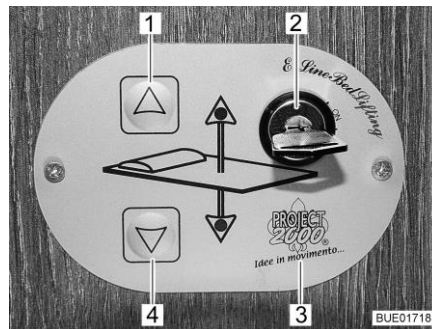

Fig. 147 Commande
Commande Les touches (Fig. 147,1 et 4) sur l'unité de commande (Fig. 147,3) permettent d'abaisser ou de relever le lit escamotable. L'interrupteur à clé (Fig. 147,2) permet de protéger l'unité de commande contre toute utilisation non autorisée.
- Tourner la clé de 90° dans le sens des aiguilles d'une montre dans l'interrupteur à clé (Fig. 147,2) sur la position "On". L'unité de commande (Fig. 147,3) est activée.
- Appuyer sur la touche fléchée (Fig. 147,4) et la maintenir pressée jusqu'à ce que le lit escamotable ait atteint la position désirée vers le bas.
- Appuyer sur la touche fléchée (Fig. 147,1) et la maintenir pressée jusqu'à ce que le lit escamotable ait atteint sa position finale supérieure.
S'il n'est plus possible de déplacer le lit escamotable avec les touches fléchées (Fig. 147,1 et 4), contrôler d'abord les fusibles (voir paragraphe 9.10.1). Si les fusibles ne sont pas défectueux mais qu'il n'est toujours pas possible de déplacer le lit escamotable, ce dernier peut l'être manuellement.